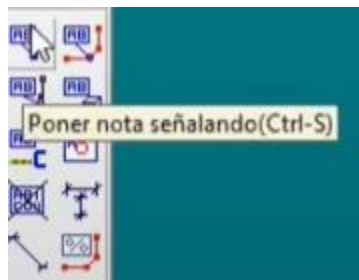

Figura 263. Poner notas señalando.
72. En el menú de notas que se activó de lado izquierdo, activar la opción “Poner nota señalando”. Figura 263.